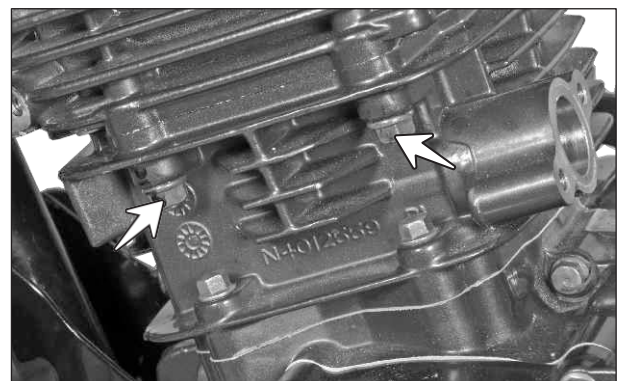

Fig. 3.41
- Retire los 2 tuercas hexagonales que fijan la culata con la parte superior del cilindro. (Fig. 3.41)